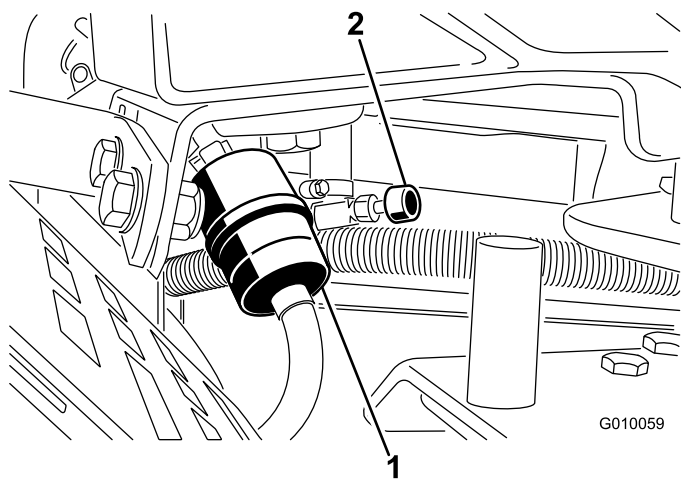

Рисунок 50
2. Закройте клапан отключения подачи топлива (Рисунок 50).
2. Закройте клапан отключения подачи топлива (**Рисунок 50**).
3. Ослабьте шланговый хомут на топливном фильтре и отодвиньте его по топливному трубопроводу от фильтра (**Рисунок 50**).
4. Отсоедините топливный трубопровод от топливного фильтра (**Рисунок 50**). Откройте клапан отключения подачи топлива и дайте топливу стечь в канистру или сливной поддон.
5. Установите топливный трубопровод на топливный фильтр. Передвиньте шланговый хомут к топливному фильтру, чтобы закрепить топливный трубопровод (**Рисунок 50**).
3. Сожмите концы шланговых хомутов и сдвиньте их с фильтра (**Рисунок 50**).
5. Установите новый фильтр и передвиньте шланговые хомуты ближе к фильтру (**Рисунок 50**).
7. Откройте клапан отключения подачи топлива (**Рисунок 50**).